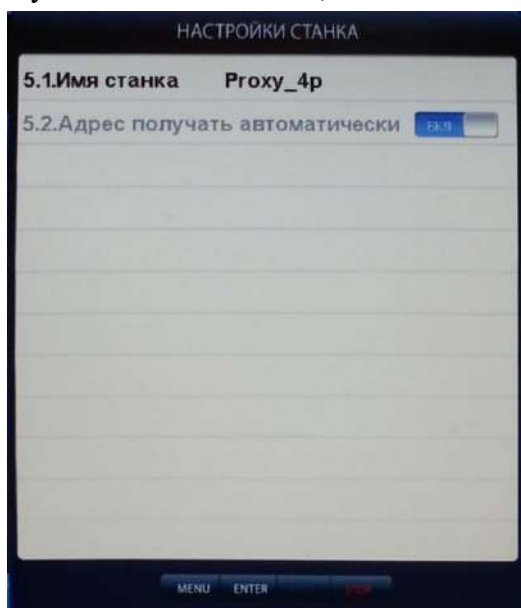

рис.23.2
18.3. Настройка сети (рис.23.2).